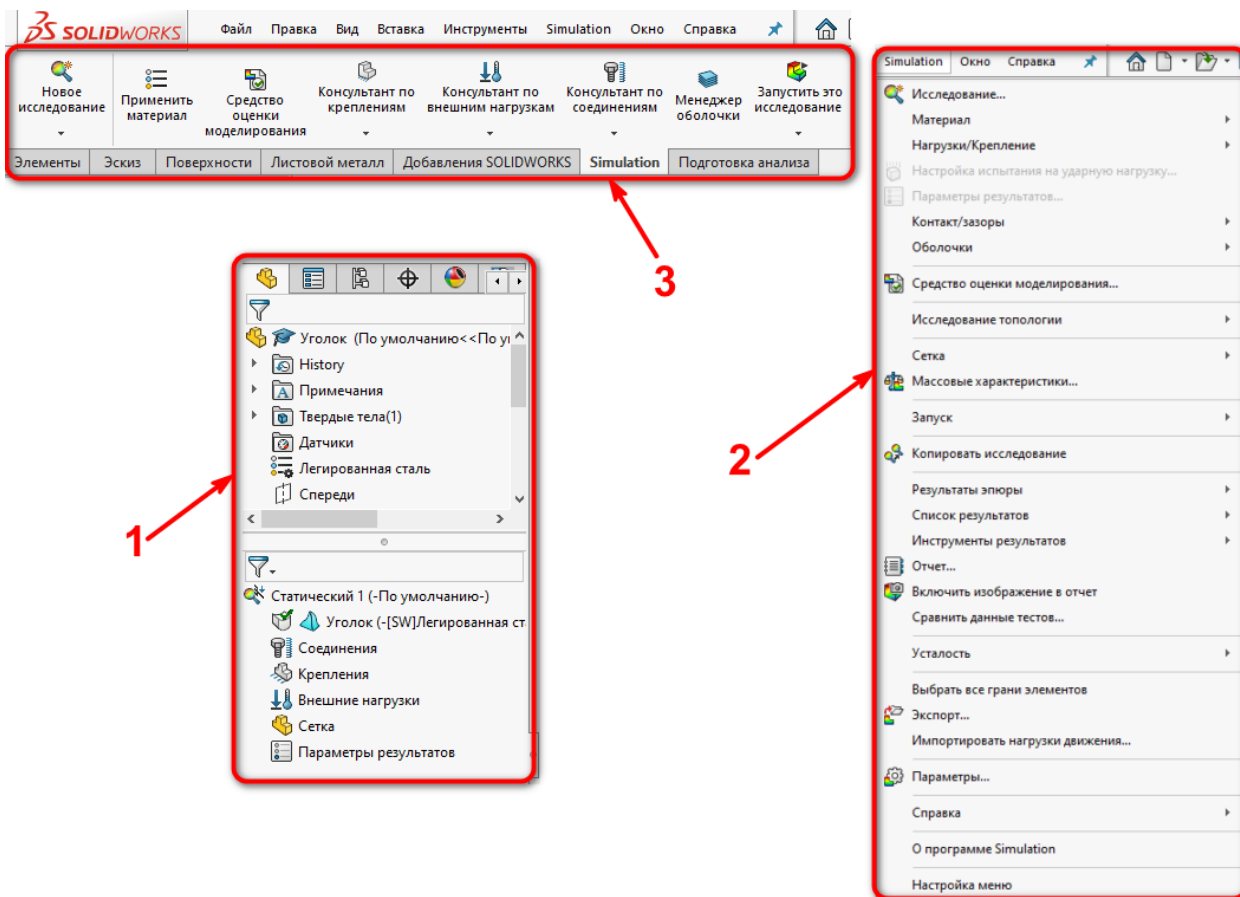

Рисунок 7 – Интерфейс Simulation
- 3 – панели инструментов, рисунок 7.